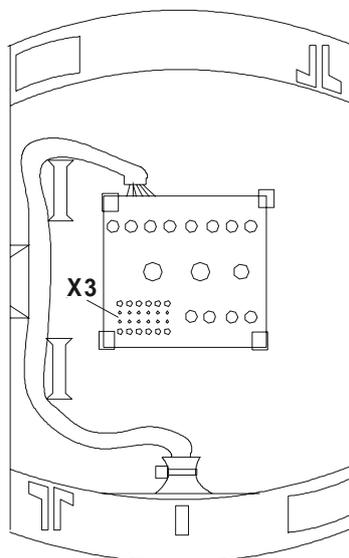

Abbildung 3: Aufputzmontage
- | Anschlußplatine (1) gem. Abbildung 3 mit den Anschlußklemmen nach unten in das Gehäuseunterteil einrasten. Dazu die Rasthaken mit den Fingern leicht auseinanderdrücken.